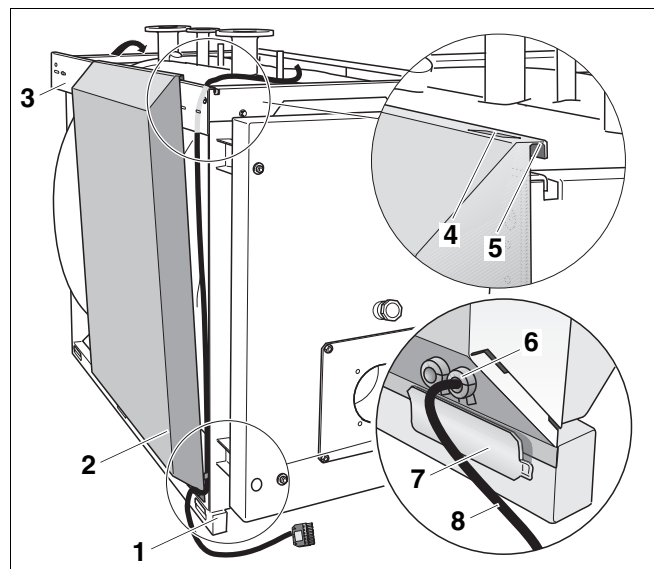
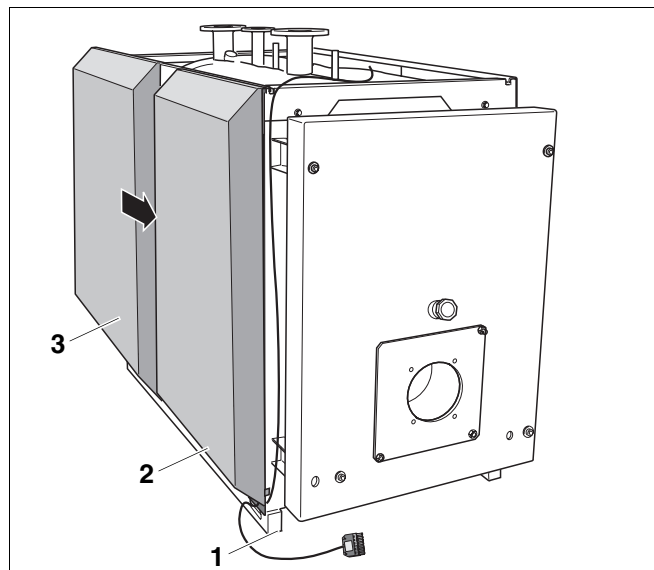

Рис. 23 Установка передней левой боковой стенки
Рис. 25 Установка задней левой боковой стенки
- Провести кабель горелки с фиксатором провода (рис. 23, **поз. 8**) со стороны шарнира под боковой траверсой (рис. 23, **поз. 3**) до рамы корпуса котла (рис. 23, **поз. 1**).
- Приставить переднюю левую боковую стенку (рис. 23, **поз. 2**) (если дверь навешивается справа – правую боковую стенку) к корпусу котла.
- Кабель горелки с фиксатором провода (рис. 23, **поз. 8**) провести через кабельный проход (рис. 23, **поз. 6**) передней левой боковой стенки (рис. 23, **поз. 2**). Соединительный штекер горелки (большой) остается снаружи.
- Вырез передней левой боковой стенки (рис. 23, **поз. 4**) должен быть обращен к передней стенке котла.
- Переднюю левую боковую стенку (рис. 23, **поз. 2**) установить сзади язычков на раме котла (рис. 23, **поз. 7**).
- Подвесить переднюю левую боковую стенку (рис. 23, **поз. 2**) с отбортовкой (рис. 23, **поз. 5**) на боковую траверсу (рис. 23, **поз. 3**).
- Сдвинуть переднюю левую боковую стенку (рис. 23, **поз. 2**) назад таким образом, чтобы она прилегала к боковой траверсе (рис. 23, **поз. 3**).
Для упрощения монтажа задней левой боковой стенки (рис. 25, поз. 3) ее можно подвесить не вплотную к передней левой боковой стенке (рис. 25, поз. 2).
- Установите заднюю левую боковую стенку так, чтобы она несколько выступала за заднюю стенку котла (рис. 25).
- Вырез задней левой боковой стенки должен быть обращен к задней стенке котла (рис. 23, стр. 31).
- Установить заднюю левую боковую стенку (рис. 25, поз. 3) за язычки на раме котла (рис. 23, стр. 31).
- Подвесить заднюю левую боковую стенку (рис. 25, поз. 3) с отбортовкой (рис. 23, стр. 31) на боковую траверсу (рис. 23, стр. 31) и продвинуть ее вперед к передней левой боковой стенке (рис. 25, поз. 2).